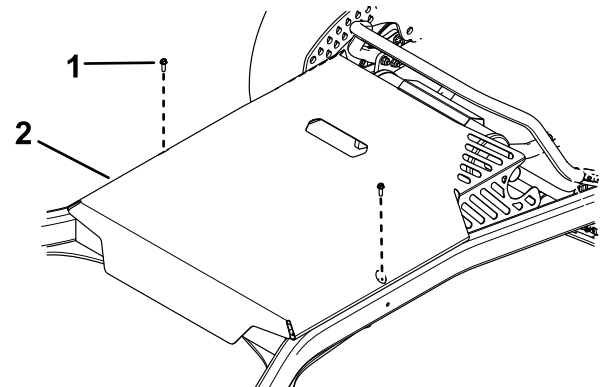

Figure 25
3. Enlevez les 2 boulons qui fixent le carter du plateau et déposez le carter (Figure 25).